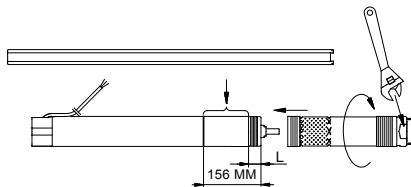

Рис. 6
1. Установить электродвигатель в тисках в горизонтальном положении и зажать его, смотри рис. 6.
**Внимание:** Вал насоса должен войти в зацепление с валом электродвигателя. Для этого можно использовать лыски на поверхности насоса, специально предназначенные для захватывания его в этом месте гаечным ключом, смотри рис. 6.